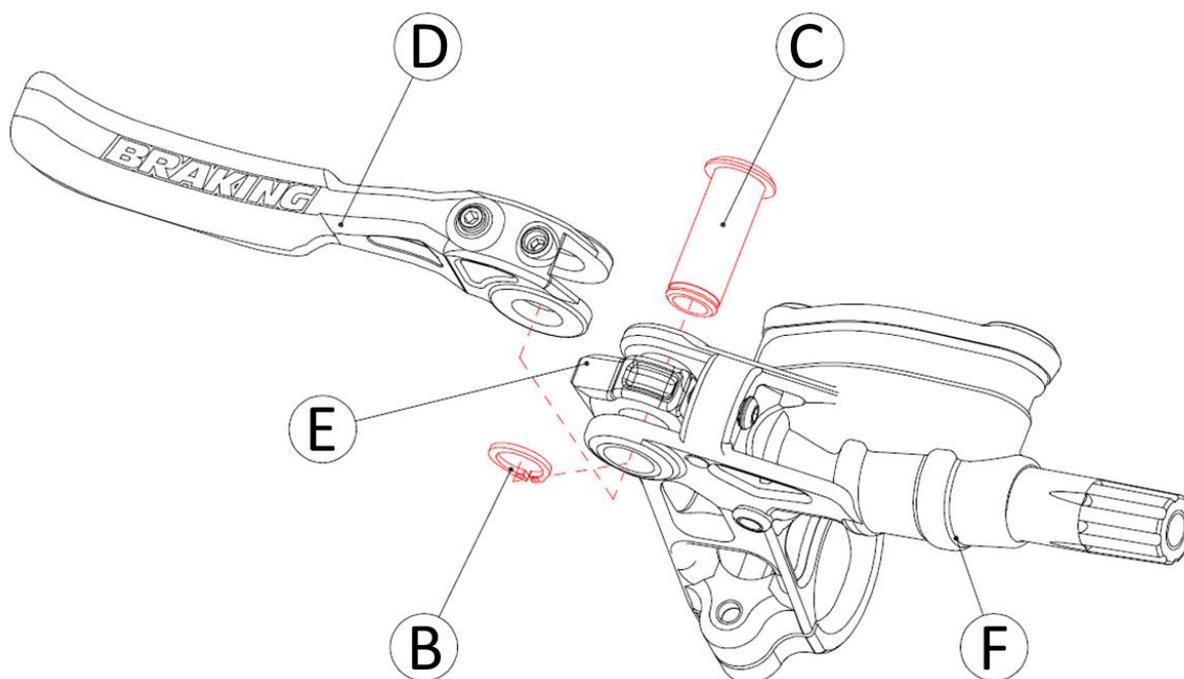

Figura 24: Rimozione leva per sostituzione Link di trascinamento
Occorre agire sul grano di bloccaggio dello spingipistone **A**, come evidenziato in Figura 24, per separare il link dallo spingipistone e dalla cartuccia assemblata. Il corpo pompa deve essere stato scollegato dal resto dell'impianto, e ci si deve assicurare che non vi siano perdite di olio.
- 2) Estrarre, se necessario aiutandosi con una superficie piana come riscontro, la boccola leva **C** dal corpo pompa. A questo punto sarà possibile sfilare la leva **D**, mentre il link **E**, con lo spingi-pistone ancora avvitato, resterà vincolato al corpo pompa **F** tramite la cartuccia (**Figura 24**)